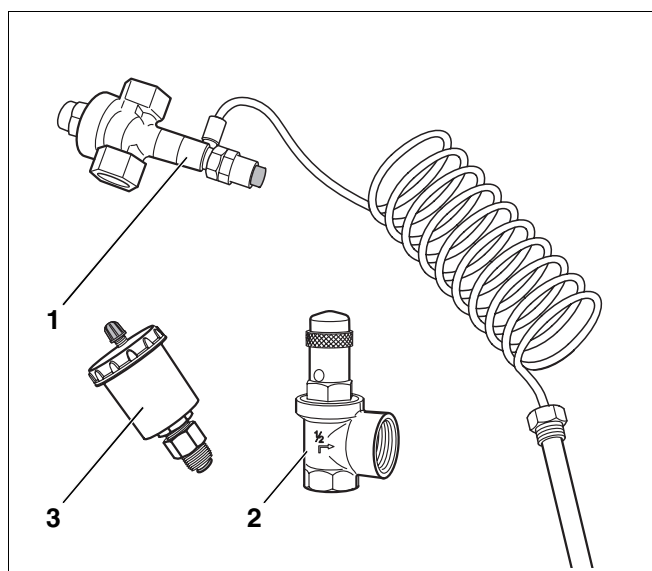

Abb. 2 Sicherheitselemente für den KA306 + WTK
- Thermische Ablaufsicherung mit 4 m Kapillare (Abb. 2, **Pos. 1**)
- Sicherheitsventil (Ganzmetall; Abb. 2, **Pos. 2**)
- Automatischer Entlüfter (Abb. 2, **Pos. 3**)